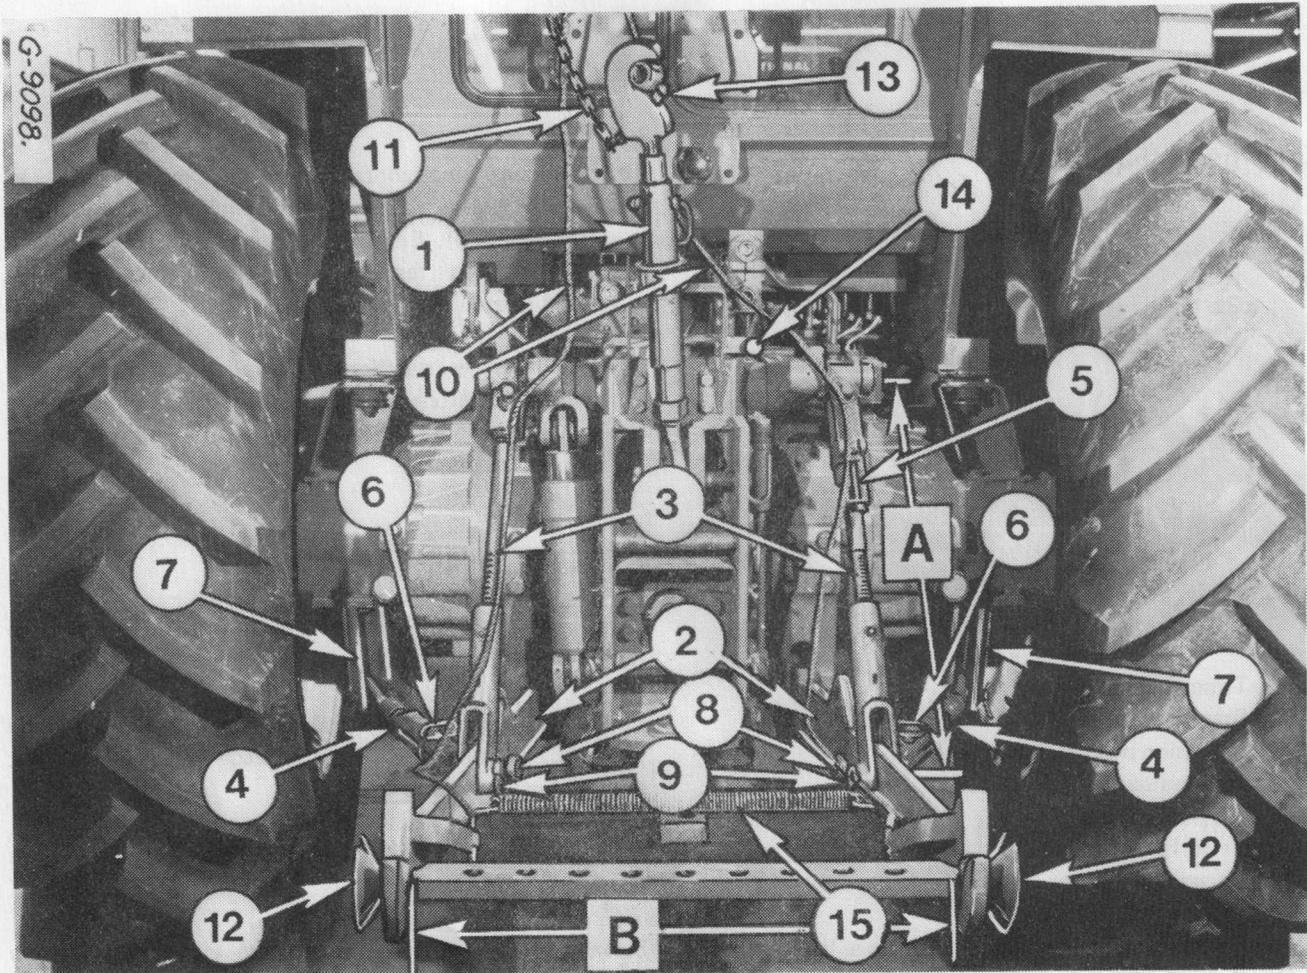

Figure 35
Lors de l'attelage de remorques à freins hydrauliques, raccordez les conduites hydrauliques à la prise (14) - Figure 35.
- Réglez la longueur (A) des tringles de relevage (3), Fig. 35.
- Engagez les deux stabilisateurs (4) dans les trous inférieurs des supports latéraux (7). (Position rigide).
Engagez les chevilles (1), Fig. 35 dans leurs trous respectifs (2 ou 3) des stabilisateurs (7) puis fixez-les.
Après ce réglage, engagez les stabilisateurs (4) Fig. 35 dans les trous supérieurs des supports latéraux (7). (position de travail).
NOTE : Lorsque vous attellez des équipements pourvus de roues de jauge latérales, veillez à régler correctement le collier (5) Fig. 35 afin de permettre le débattement latéral.
Levez l'outil. Placez la chaîne du 3ème point de façon que la cheville de verrouillage du crochet de 3ème point (13), fig. 35 se dégage lorsque l'outil sera abaissé.